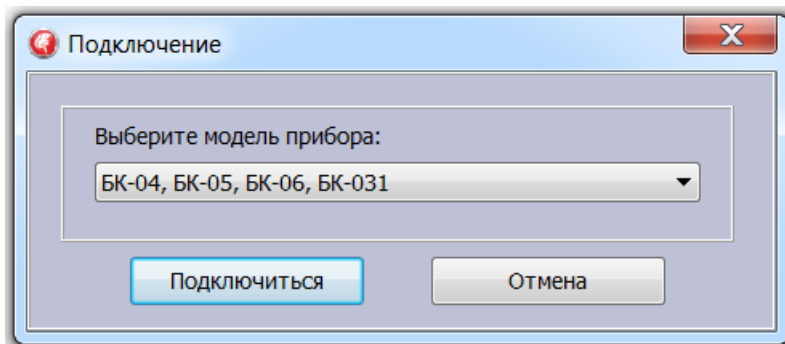

Рисунок 1 - Окно выбора прибора
3. Подсоединить бортовой комплект через MiniUSB-кабель к ПК* (см. рисунок 1 приложения 1).
В программе нажать кнопку «Считать из прибора», в появившемся окне (см. рис. 1) выбрать из списка «БК-04, БК-05, БК-06, БК-031» и нажать кнопку «Подключиться».